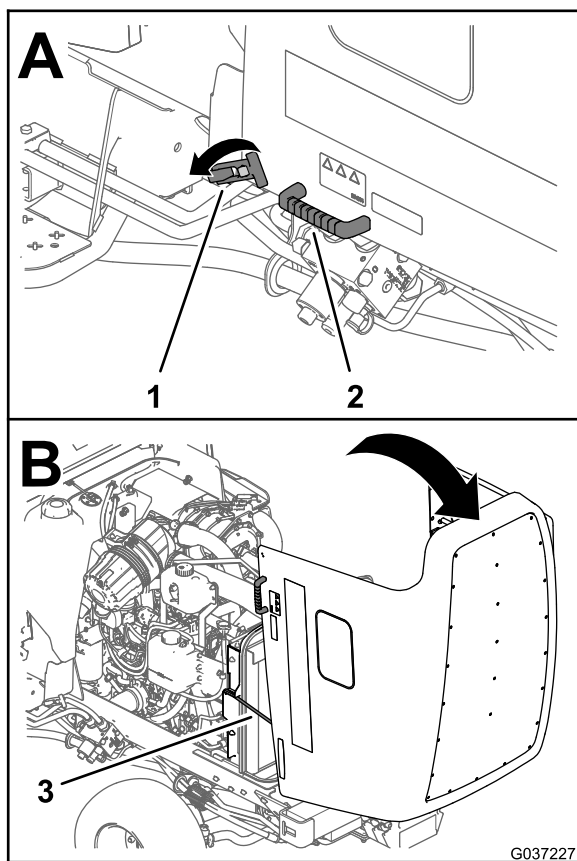

Figura 60
2. Rilasciate i 2 fermi negli angoli inferiori anteriori del cofano (Figura 60).
3. Utilizzando le maniglie adiacenti ai fermi, sollevate e portate indietro il cofano fino a quando le 2 aste di sostegno non sono in sede nelle 2 rispettive staffe (Figura 60).